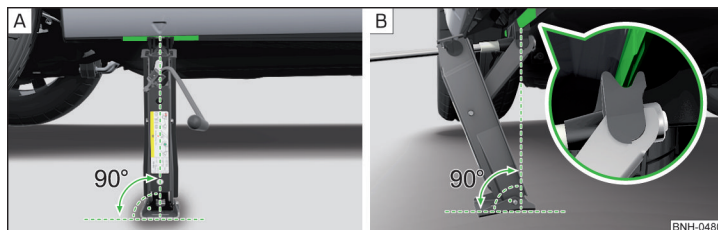

Fig. 162 Prezentarea în principiu: aplicarea cricului
- Rezemați placa de bază a cricului, pe întreaga sa suprafață, pe un teren plan și asigurați-vă de faptul că, cricul se găsește în poziție verticală în raport cu punctul de fixare » [fig. 162 - \[A\]](#).
- Ridicați cricul sub punctul de fixare, prin rotire cu ajutorul manivelei, până când gheara cricului cuprinde nervura » [fig. 162 - \[B\]](#).